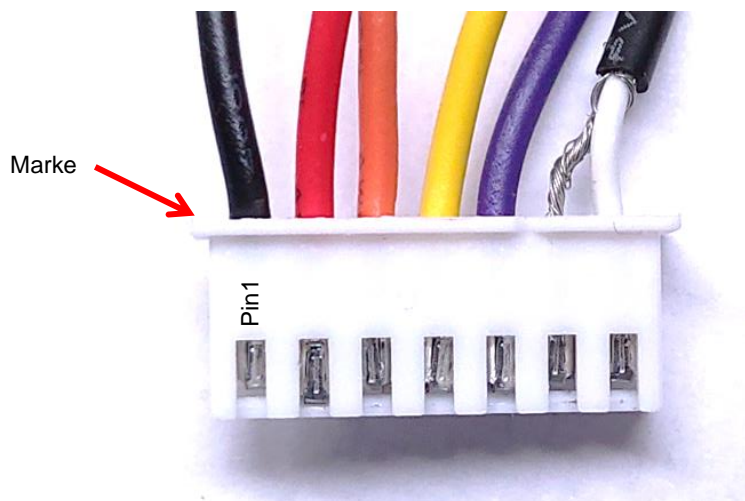

Abbildung 5
- Schieben Sie die vorbereiteten Kabel mit den Kontakten in das 7-polige Steckergehäuse in der Reihenfolge wie in Abbildung 5 gezeigt.